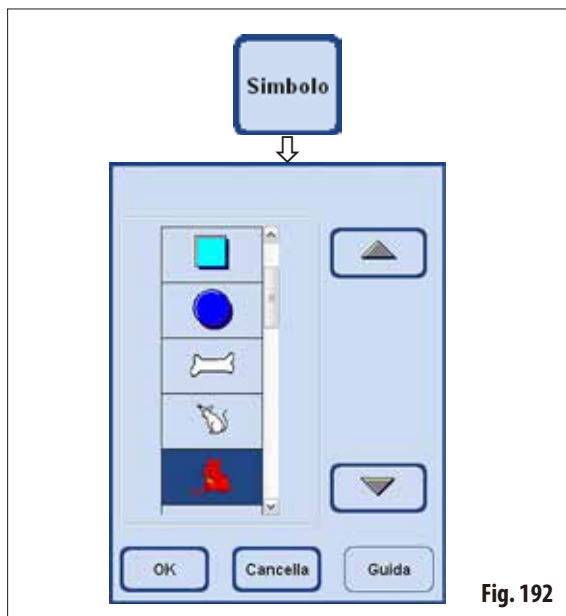

Fig. 192
- Premere il tasto **SIMBOLO**: si apre una finestra contenente diversi simboli (fig. 192).